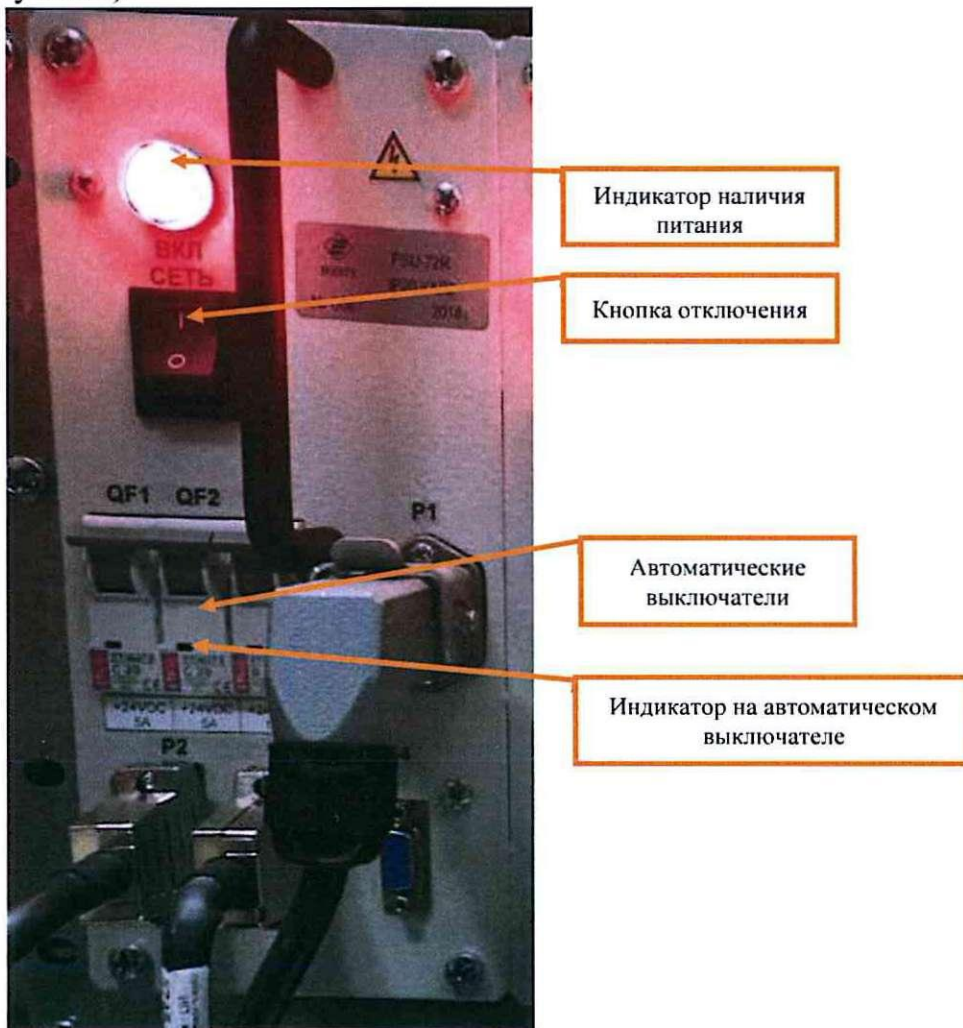

Рисунок 2. Отключение питания источника питания.
7.1.3 Отключить питание на лицевой панели источника питания путем нажатия тумблера «ВКЛ СЕТЬ» и отключить автоматические выключатели (зеленая полоска на автоматическом выключателе меняется на красную) (Рисунок 2).